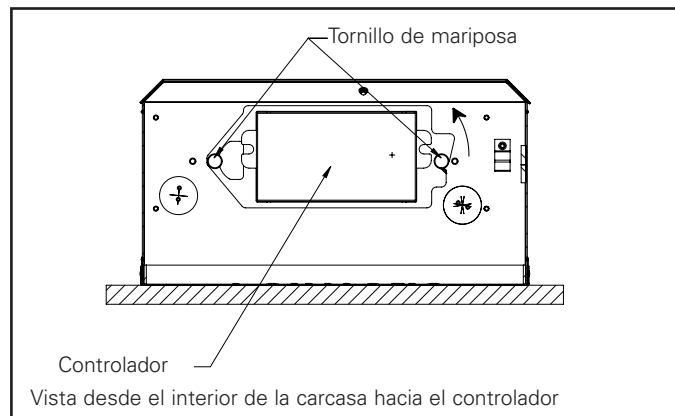

Figura 23
7. Afloje los dos tornillos de mariposa de montaje de la puerta del conductor unas 3 vueltas (consulte la Figura 23).
10. Desconecte el cableado del controlador. Retire dos tuercas para quitar el mecanismo de la puerta del controlador. Fije el nuevo controlador a la puerta en la orientación mostrada (Figura 23).